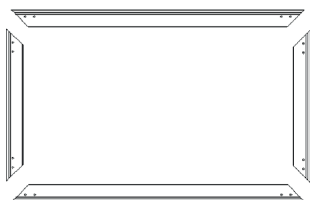
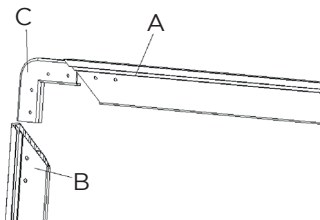

Fig. 3
Fig. 4
1. Disporre i 4 puntelli di alluminio su un terreno morbido (2x orizzontali e 2x verticali) parallelamente l'uno all'altro in un rettangolo (fig. 3). Inserire due connettori angolari in ciascuna estremità di un puntello orizzontale e inserire i due puntelli verticali in cima (fig. 4, 5 e 6).